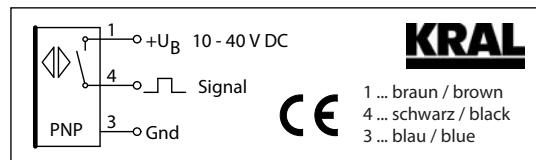

Abb. 33 Anschlusssschaltbild BEG 64
4. Verstärker **627.1** befestigen und anschließen, dabei das Anschlusssschaltbild beachten, siehe Abb. 33, Seite 43.